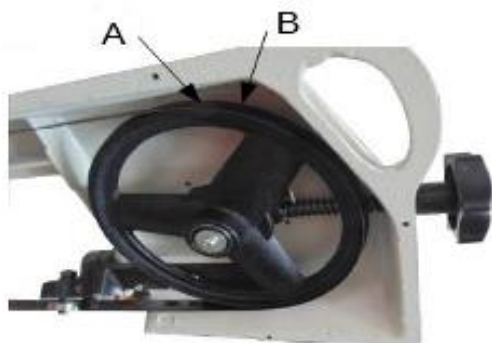

Рис. 7
1. Поместить рычаг пилы в максимально открытую позицию и открыть крышку колеса (А). Смотрите рис. 7.
2. Включите станок. Путь оборотов полотна правильный, если его задняя сторона (А на рис. 7) почти касается кромки фланца колеса (В). Задняя часть полотна не должна тереться о фланец.